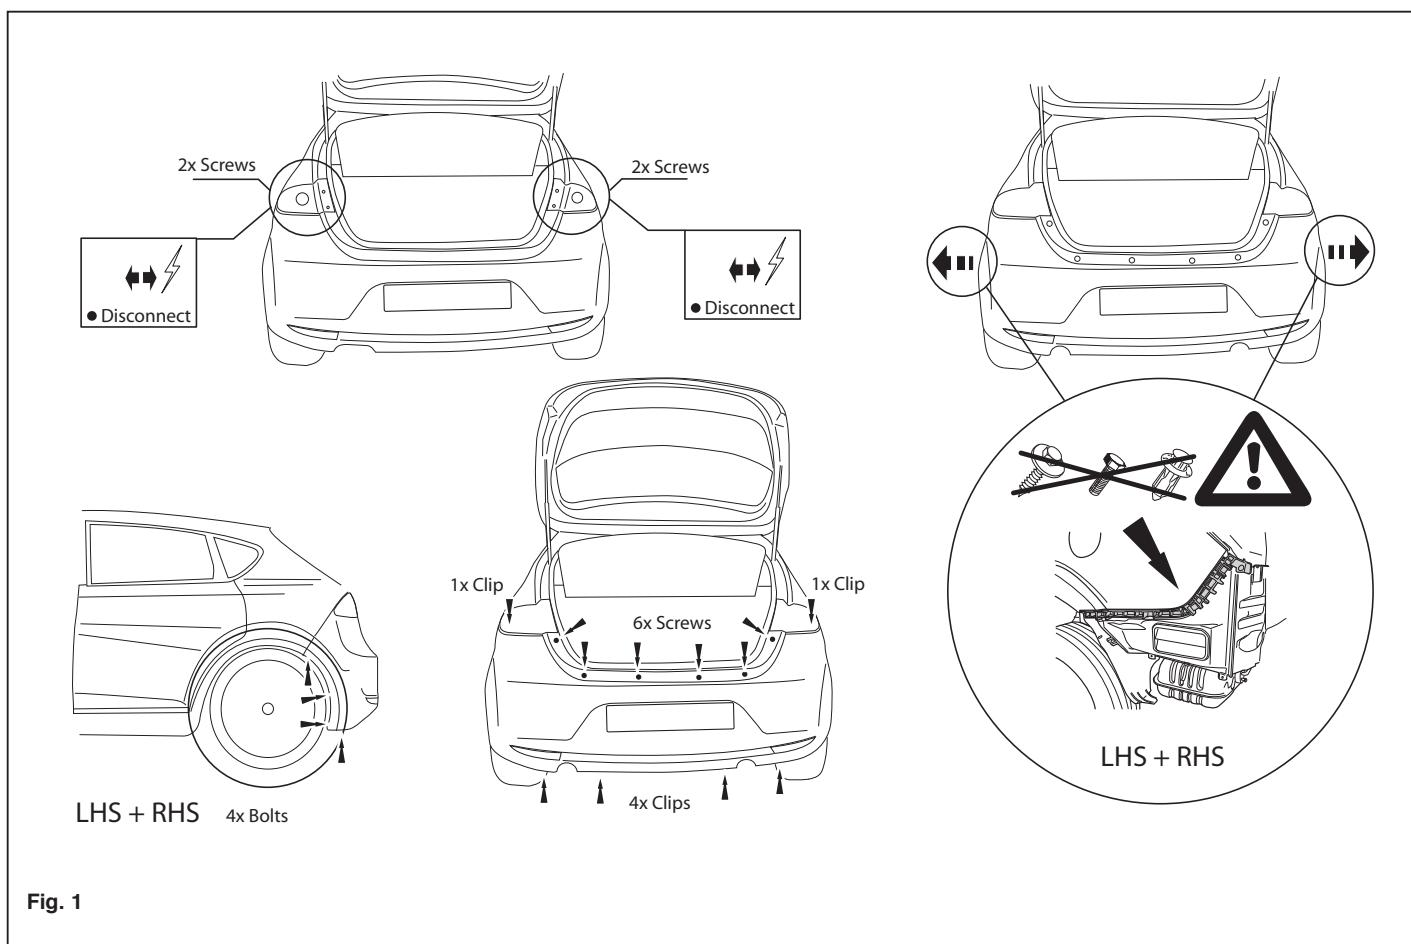

Fig. 1
2. Zdemontowac źespół tylnych świdziel. Patrz rysunek 1.
3. Zdemontowac z pojazdu zderzak. Patrz rysunek 1.
6. Zdemontowac pierściec holiwoniczy (L). Tego nile będzie sile ponownie uzy-